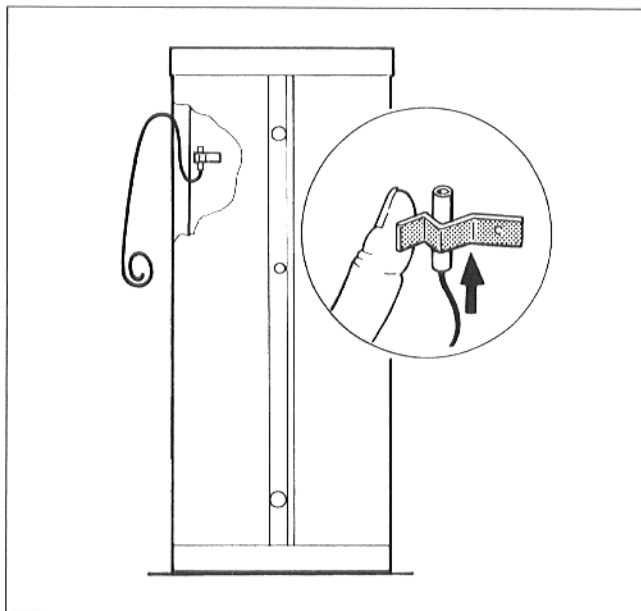

Abb. 6
- Fühler in die Federhalterung so einlegen, daß die gesamte Kontaktfläche des Fühlers außen am Speichermantel glatt anliegt (Abb. 6).